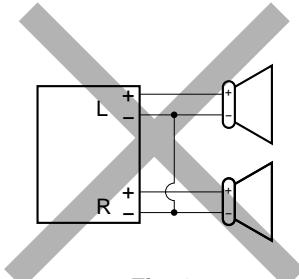
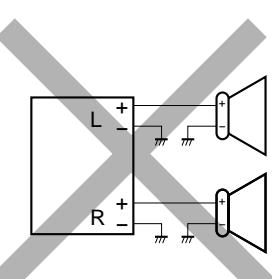
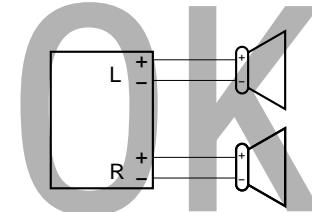

Fig. 1
Fig. 2
Fig. 3
- If the speaker wiring in your car is as illustrated in Fig. 1 and Fig. 2 below, DO NOT connect the unit using that original speaker wiring. If you do, the unit will be seriously damaged. Redo the speaker wiring so that you can connect the unit to the speakers as illustrated in Fig. 3.
- If the speaker wiring in your car is as illustrated in Fig. 3, you can connect the unit using the original speaker wiring in your car.
- Si el conexionado de altavoz de su automóvil es como se indica en las Figs. 1 y 2 de abajo, NO conecte la unidad utilizando ese conexionado de altavoz original. Si lo hace, se producirán daños graves en la unidad. Vuelva a efectuar el conexionado de altavoz de manera que pueda conectar la unidad a los altavoces de la manera indicada en la Fig. 3.
- Si el conexionado de altavoz de su automóvil es como se indica en la Fig. 3, podrá conectar la unidad utilizando el conexionado de altavoz original de su automóvil.
- Si le câblage des enceintes de votre voiture est réalisé comme montré sur la Fig. 1 ou Fig. 2 ci-dessous, NE CONNECTEZ PAS l'appareil en utilisant ce câblage original d'enceintes. Si vous le faites, l'appareil sera sérieusement endommagé. Recommandez le câblage des enceintes de façon que vous puissiez connecter l'appareil aux enceintes comme montré sur la Fig. 3.
- Si le câblage des enceintes de votre voiture est comme montré sur la Fig. 3, vous pouvez connecter l'appareil en utilisant ce câblage original d'enceintes pour votre voiture.